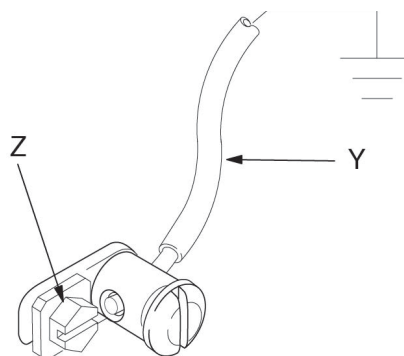

Рис. 1
Насос. Используйте провод и зажим заземления, показанные на Рис. 1. Снимите винт заземления (Z) и вставьте в проушину кольцевого зажима на конце провода заземления (Y). Прикрутите винт обратно к насосу и надежно затяните его. Другой конец провода соедините с точкой физического заземления. Для заказа провода заземления и зажима укажите артикул № 222011.